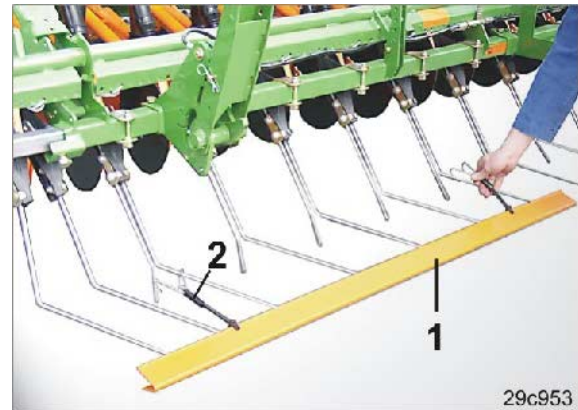

Fig. 202
1. Skub den todelte trafiksikring (Fig. 202/1) over præcisionsharvens tandspidser.
2. Fastgør trafiksikringen på præcisionsharven med fjederholdere (Fig. 202/2).